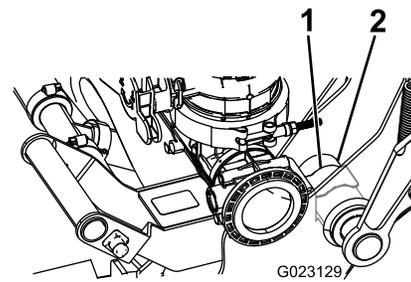

Bild 12
- Drücken Sie, bis die Klemme über dem Schwenkgehäuse einrastet, wie in Bild 12 abgebildet.